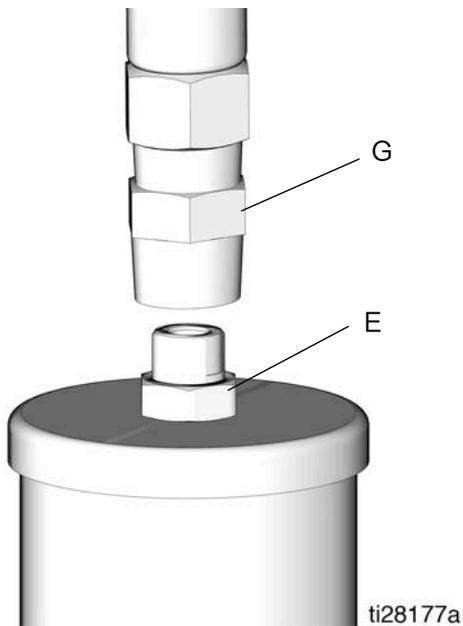

图 6
3. 断开润滑剂供应管路 (G) 与泵出口 (E) 的连接（图 6）。
5. 让泵运行数个冲程，直至不含空气的滑脂从泵出口 (E) 处流出（图 6）。